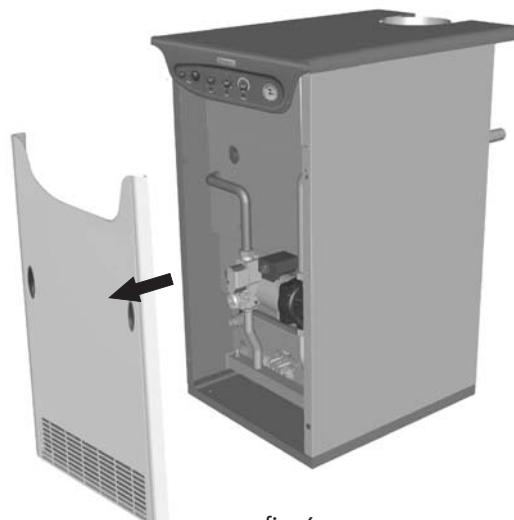

fig. 6
Pentru deschiderea panoului frontal al cazonului vezi fig. 6.
- Scoateti panoul frontal al cazonului (fig. 6).